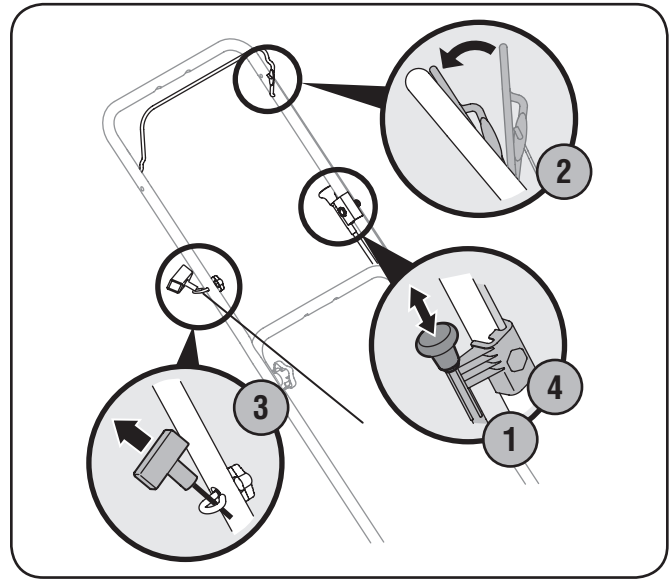

Figura 5-1
1. Tire de la perilla del cebador ubicada a la izquierda de la barra de control superior. Vea la Figura 5-1.
3. Tire suavemente de la empuñadura del arranque hasta sentir la resistencia, luego tire rápidamente para reducir la compresión, impedir la tensión de retroceso y arrancar el motor. Repita de ser necesario. Vea la Figura 5-1.